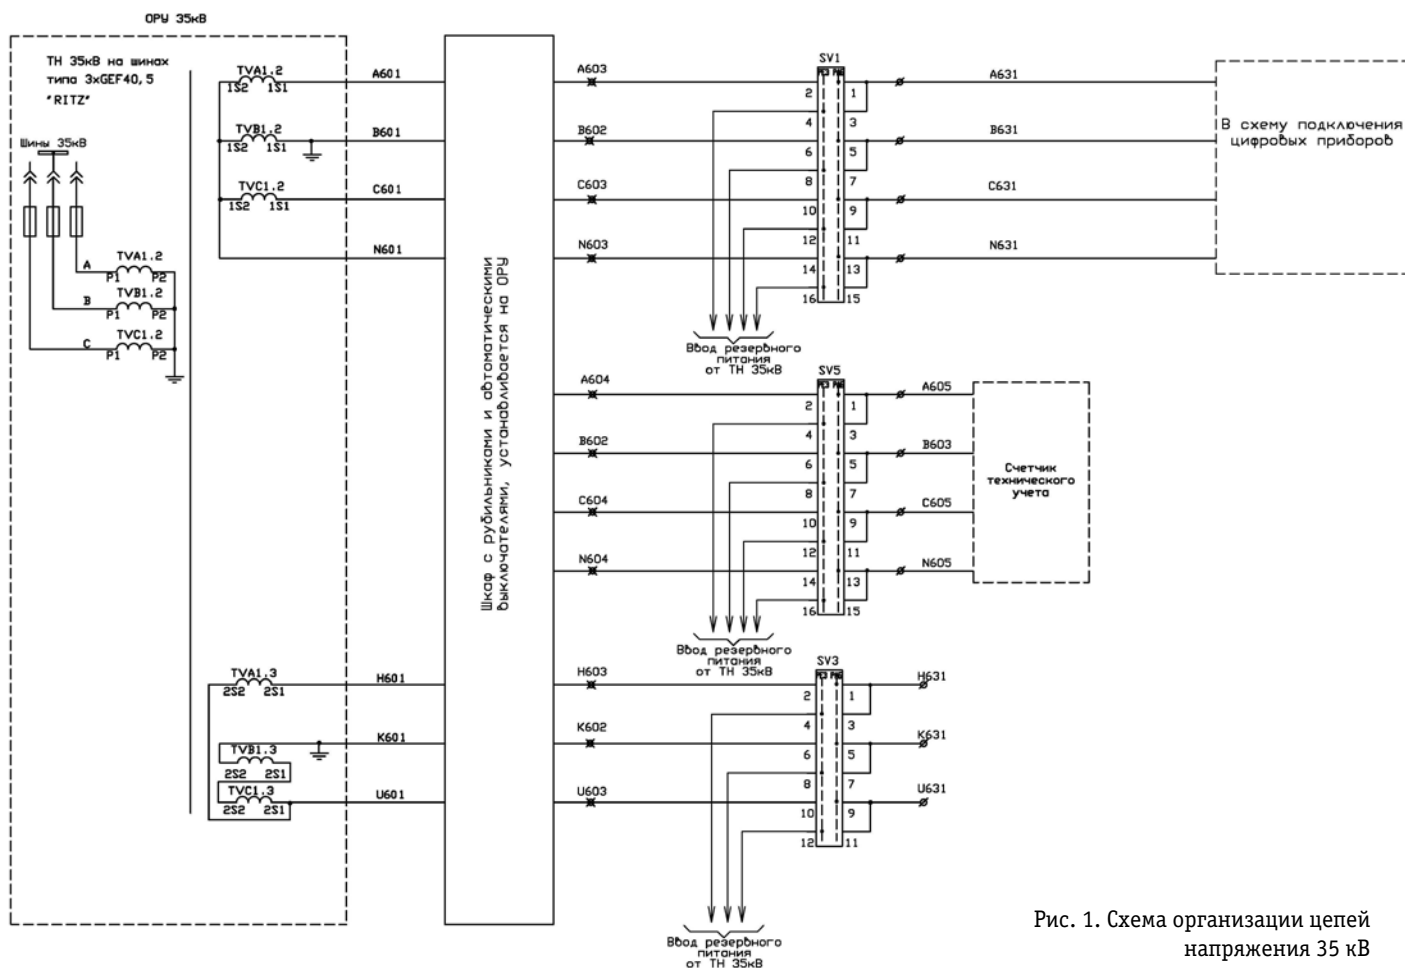

Рис. 1. Схема организации цепей напряжения 35 кВ
Приведены схемы организации на подстанциях цепей напряжения 6 (10) кВ, 35 кВ, 110 (220) кВ. В качестве примера на рис. 1 показана схема организации цепей напряжения 35 кВ.